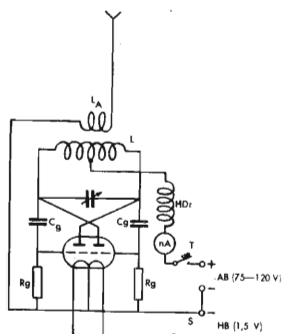
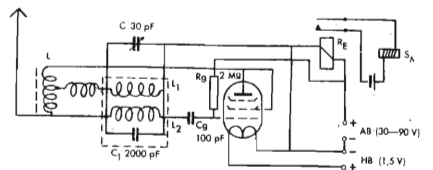
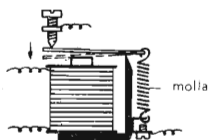

Fig. 468. Schema elettrico d'un trasmettitore per manovra radiotelecomandata (collegamento in contropase con doppio triodo).
Fig. 469. Ricevitore ad una sola valvola con circuito di smorzamento (inquadro a tratteggio).
Fig. 470. Relé ricevitore.
La possibilità di comandare a distanza, per mezzo d'un apparato trasmittente, la manovra di veicoli di qualsiasi genere ha fatto nascere in questi ultimi anni una nuova forma di « hobby », e cioè il radio-telecomando di modelli di aeroplani, d'imbarcazioni e di automobili. Il principio della manovra radiotelecomandata è relativamente semplice. Una piccola trasmittente a valvola (fig. 468) emette, quando si abbassa il tasto di trasmissione (T), un'onda di determinata lunghezza sulla quale è sintonizzato l'apparato ricevente montato sul veicolo (fig. 469). Nel circuito anodico del ricevitore è inserito un relé (RE) molto sensibile, il cui indotto, allo stato di quiete, chiude un contatto (fig. 470). Quando l'apparato ricevente non riceve alcun segnale, attraverso la bobina del magnete passa una corrente anodica relativamente forte, sicché l'indotto viene attratto ed il contatto è aperto. All'arrivo d'un segnale, la corrente anodica si affievolisce fortemente, per effetto del particolare circuito del ricevitore. L'indotto si stacca e tiene chiuso il contatto finché rimane abbassato il tasto di trasmissione.